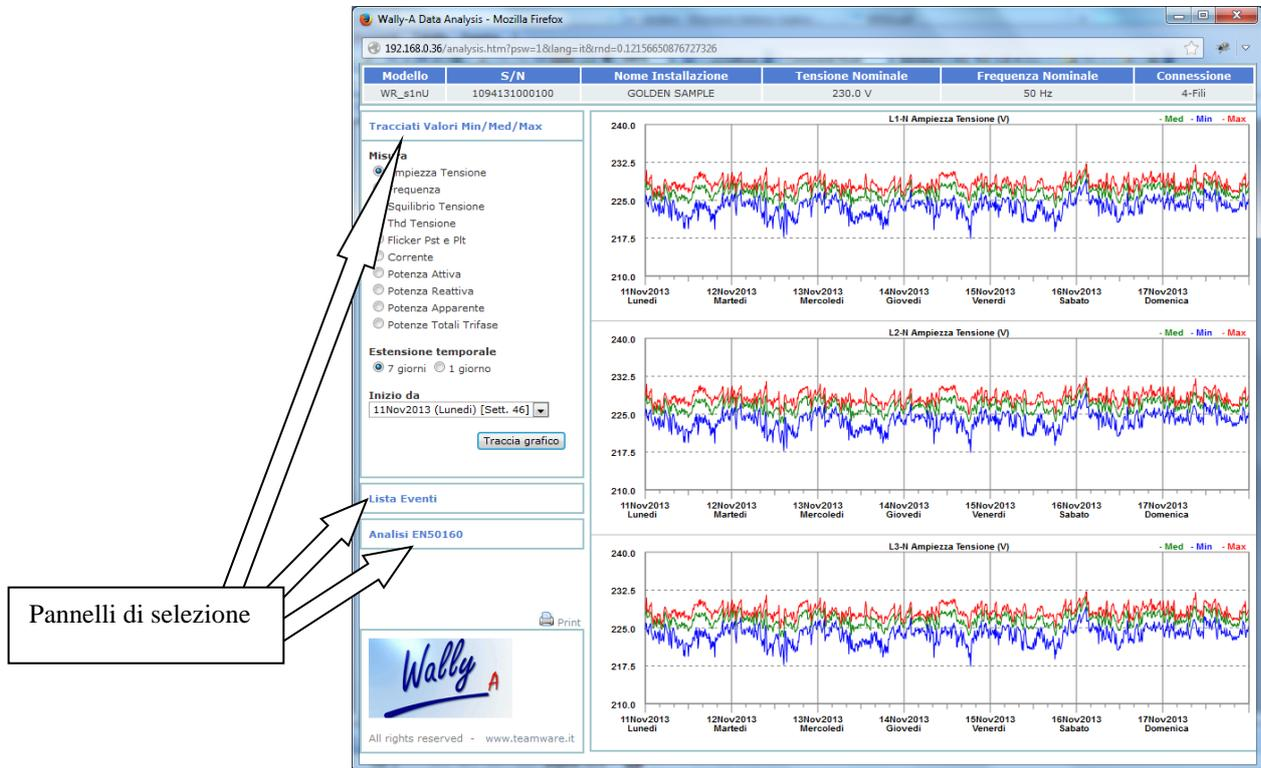

Figura 5-18. Finestra di Analisi Dati
- **Tracciati Valori Min/Med/Max:** mostra il tracciato del valore medio, minimo e massimo delle misure continue (ampiezza tensione, flicker, etc...) nel tempo, in funzione del tempo di integrazione impostato nell'apparato (vedi figura 5-18). L'estensione temporale del tracciato può essere selezionata tra 1 giorno o 1 settimana a partire dalla data di inizio selezionata.